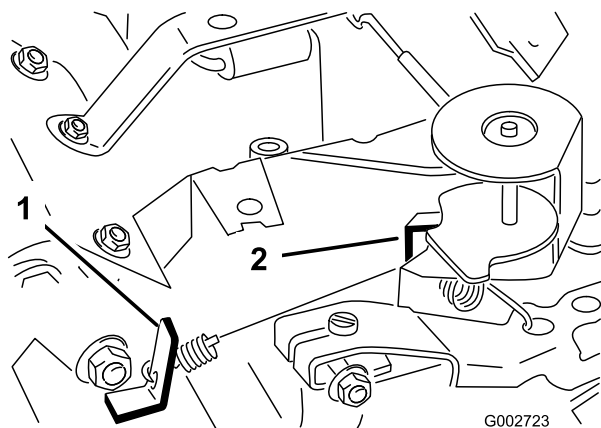

Bild 38
3. Biegen Sie den Anker-Federmitnehmer (Bild 38), um eine Leerlaufgeschwindigkeit von 1725 ± 50 U/min zu erzielen. Prüfen Sie die Motordrehzahl mit einem Drehzahlmesser.
5. Stellen Sie den Gasbedienungshebel auf „Schnell“. Biegen Sie den Federankermittelnehmer in der Vollgaseinstellung (Bild 38), bis Sie eine Vollgasdrehzahl von 3400 ± 50 U/min realisieren.